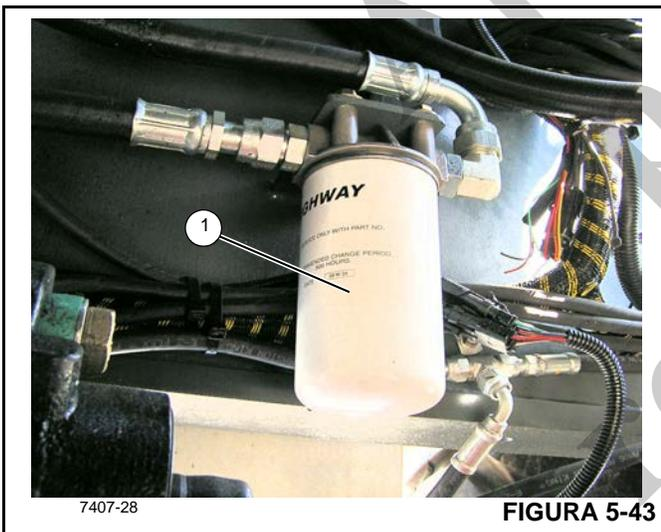

FIGURA 5-43
5. Remova o filtro de óleo da transmissão (1, Figura 5-43) desparafusando-o do compartimento do filtro. Descarte o filtro de maneira adequada.
7. Enrosque o filtro da transmissão (1, Figura 5-43) até ele encostar na cabeça do filtro. Em seguida, dê mais 1/2 a 3/4 de volta para assentar a vedação.